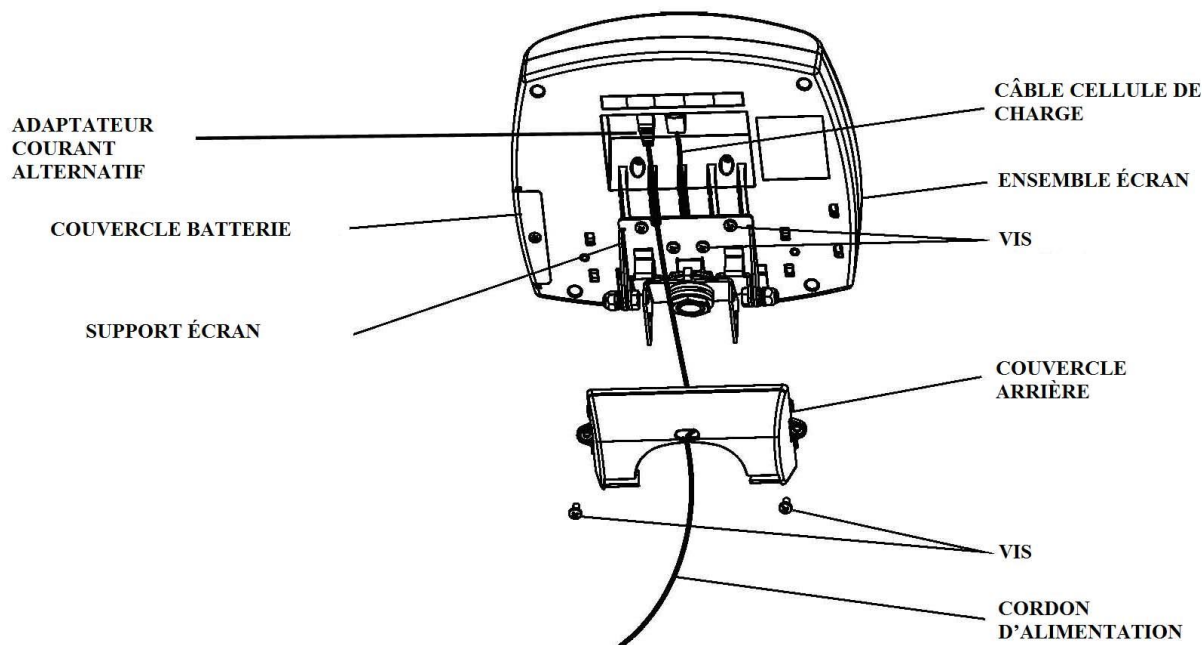

Figure 4 - Ensemble écran
10. Placez l'Ensemble Écran près du Support d'Écran. Reliez le connecteur de câble de cellule de charge au port de cellule de charge sur l'arrière de l'Ensemble Écran et insérez et sécurisez le câble dans le canal central de l'écran. Cf. figure 4 pour une illustration. **Note: Ne branchez pas le cordon d'alimentation à ce stade – attendez jusqu'à l'étape 13.**